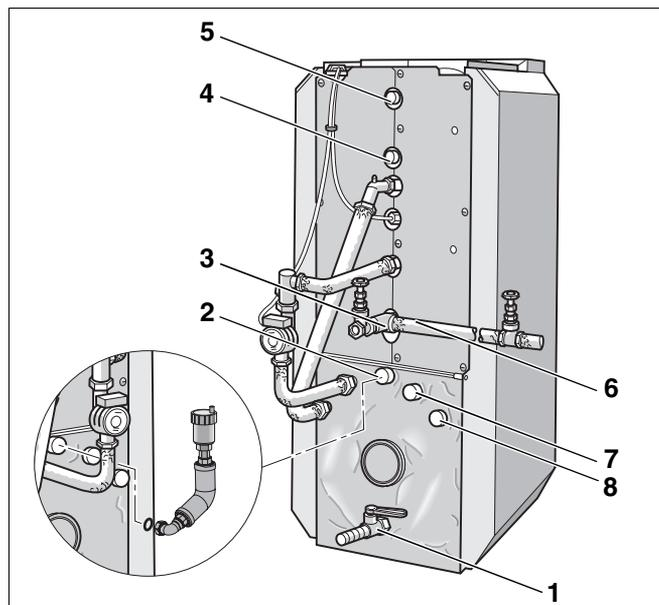

Abb. 27 Rückansicht des Heizkessels Logano S115
- Rücklauf des Heizungssystems an den Rücklaufanschluss des Heizkessels (Abb. 27, **Pos. 8**) anschließen.
- Vorlauf des Heizungssystems an den Vorlaufanschluss des Heizkessels (Abb. 27, **Pos. 7**) anschließen.
durch Anschließen falscher Komponenten an die Vor- und Rücklauf Sicherheitsleitung (Abb. 27, **Pos. 1** und **2**, Seite 27).
- Schließen Sie keinen Sommerstrang, Speicher-Wassererwärmer oder einen anderen Heizkreis an den Vor- und Rücklauf Sicherheitsleitung (Abb. 27, **Pos. 1** und **2**, Seite 27) an.
Wir empfehlen Ihnen, den Heizkessel an der Vorlauf Sicherheitsleitung mit einem Heizkessel-Sicherheits-Set (Zubehör) oder einem Entlüfter (Zubehör) zu versehen (Abb. 27, Seite 27).
In den Anschlüssen AB, EZ und EK/EL (Abb. 27) befinden sich Schutzhülsen. Die Schutzhülsen dienen zum Schutz der emaillierten Flächen der Anschlüsse des Speicher-Wassererwärmers.